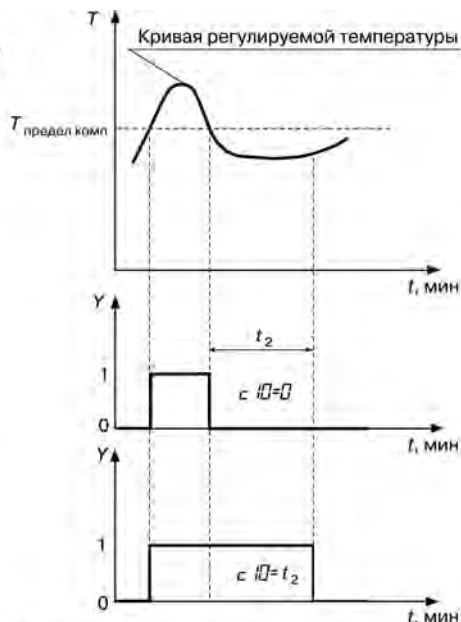

Рис. 3.21. Задержка отпускания компаратора: компаратор "отпустил"
- если больше, то по истечении времени t_2 происходит отпускание компаратора (рисунок 3.21).